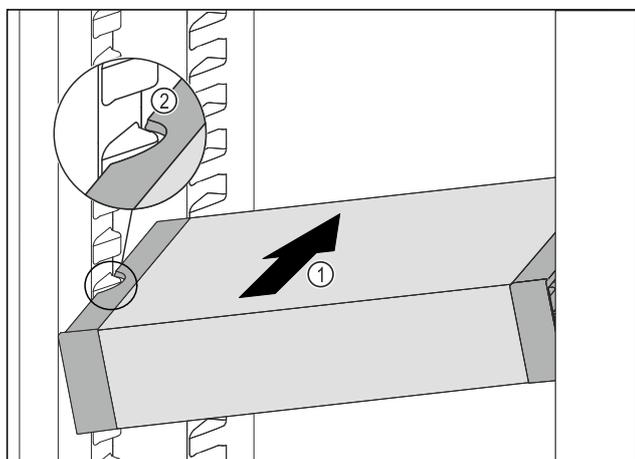

Fig. 133
- ▶ Zasuňte VarioSafe do chladničky pod úhlem tak Fig. 133 (1), aby vybrání na bocích Fig. 133 (2) VarioSafe byla na úrovni žebrování na nádoby v chladniče.